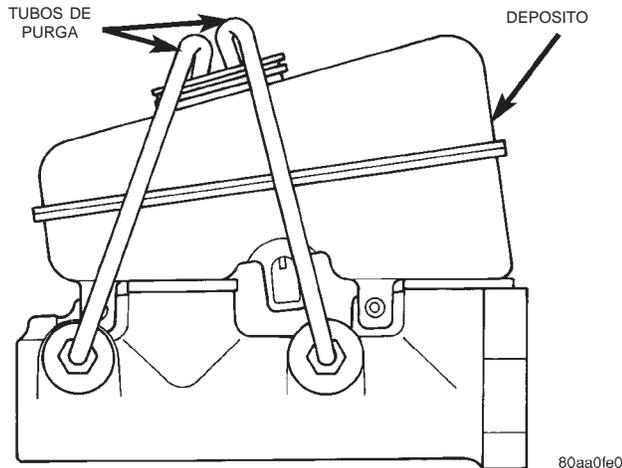

Fig. 12 Purga de cilindro maestro
- (1) Coloque el cilindro maestro en una mordaza.
- (2) Fije los tubos de purga a los orificios de salida del cilindro. A continuación, coloque los extremos de cada tubo en el compartimiento de líquido del depósito correspondiente (Fig. 12).
- (3) Llene el depósito con líquido de frenos nuevo.
- (4) Oprima los pistones del cilindro hacia adentro con la espiga de madera. Luego suelte los pistones y permita que retornen por la presión del muelle. Repita esta operación hasta que no aparezcan más burbujas de aire en el líquido.